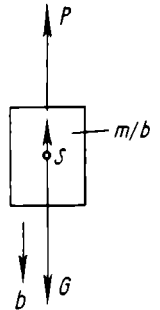

Bild 22
c) Bei beschleunigtem Senken wirkt die Massenträgheitskraft mb der Bewegung entgegen nach oben (Bild 22). Die Seilspannkraft wird